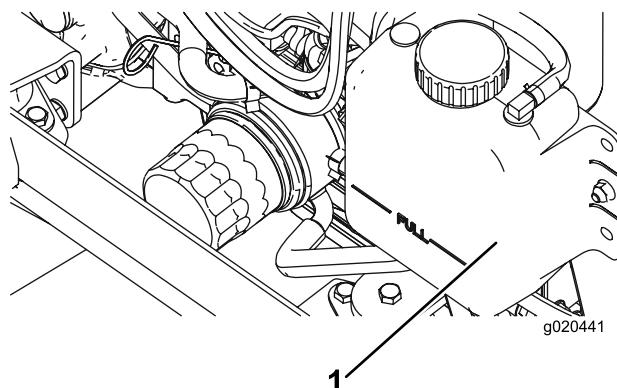

Рисунок 108
- Осторожно снимите крышку радиатора и крышку расширительного бачка (Рисунок 108).